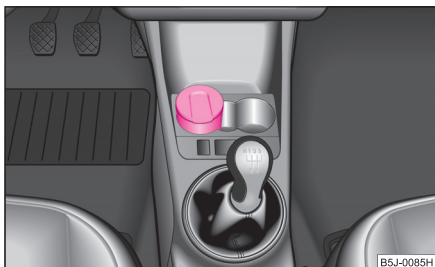

Fig. 89 Consola centrală: Scrumiera față
- Scoateți scrumiera ⇒ fig. 89 în sus. Nu țineți scrumiera de capac - pericol de rupere.